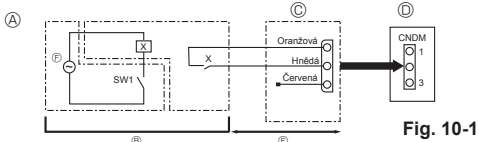

Fig. 10-1
10.1. Režim nízké hloučnosti (úprava na místě) (Fig. 10-1)